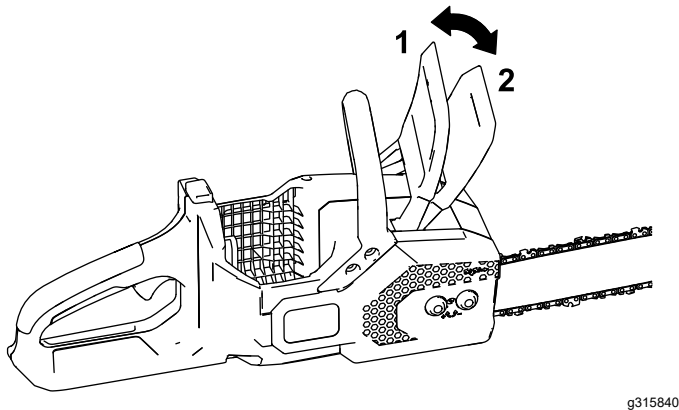

Bild 25
- Stellen Sie die Kettenbremse nach vorne in die STOPP-Stellung, um die Kettenbremse zu aktivieren (Bild 25).
- Stellen Sie die Kettenbremse nach hinten in die EINSATZ-Stellung, um die Kettenbremse zu deaktivieren (Bild 25).
4. Stellen Sie sicher, dass die Kettenbremse in der EINSATZ-Stellung ist (Bild 25).